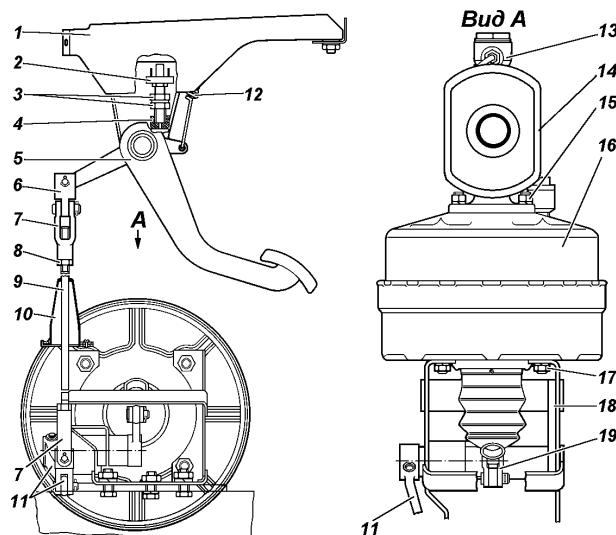

Рис. 9.34. Привод главного тормозного цилиндра:
**Регулировку свободного хода педали** проводить изменением длины вертикальной тяги 9 (рис. 9.34) привода. Полный ход педали тормоза 200 мм. Свободный ход педали должен быть 5-14 мм.